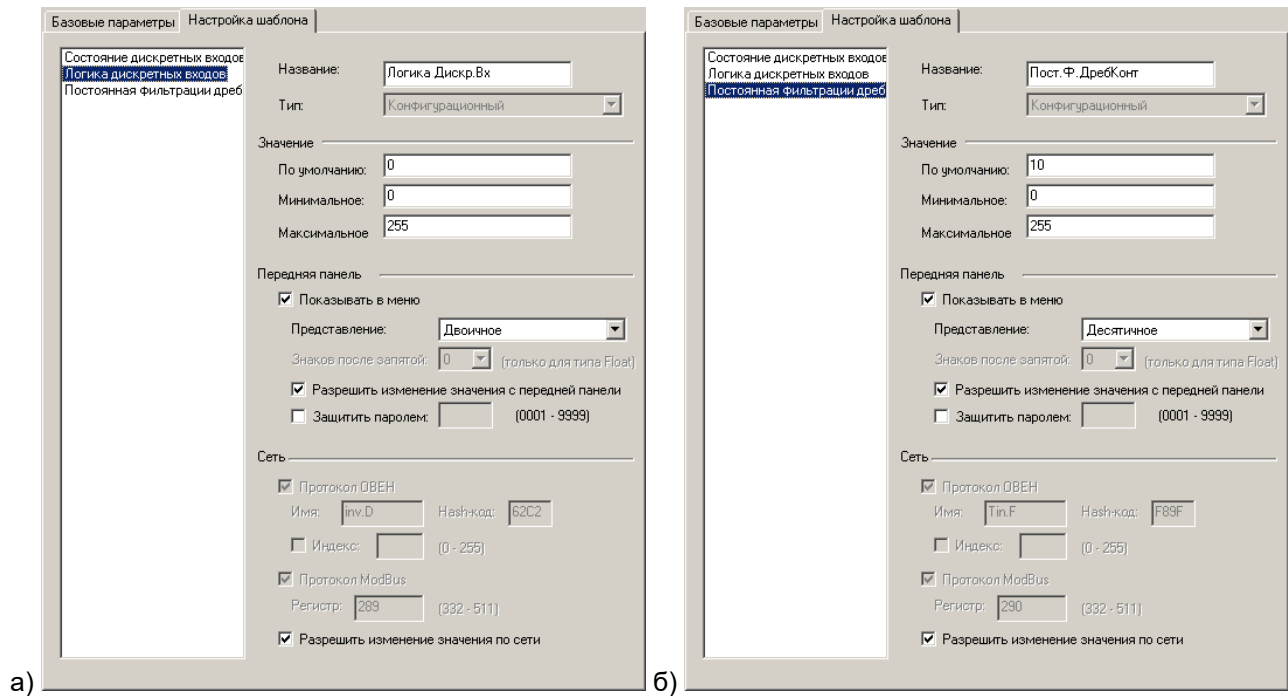

Рисунок 7.13 – Настройка параметров «Логика дискретных входов» (а) и «Постоянная фильтрации дребезга контактов» (б)
- «Логика дискретных входов» («Логика Дискр.Вх») – диапазон значений от 0 до 255, значение по умолчанию 0. Параметр задает логику инвертирования дискретных сигналов. По умолчанию в параметре задано значение «0», соответствующее в битовом формате «00000000» (см. рисунок 7.13, а). Для изменения логики необходимо выставить «1» в разряде, соответствующему
- «Постоянная фильтрации дребезга» – задает период опроса состояния одного дискретного входа, задается в единицах миллисекунд (1 ед. = 1 мс); диапазон значений от 0 до 255, значение по умолчанию 10 (см. рисунок 7.13, б).